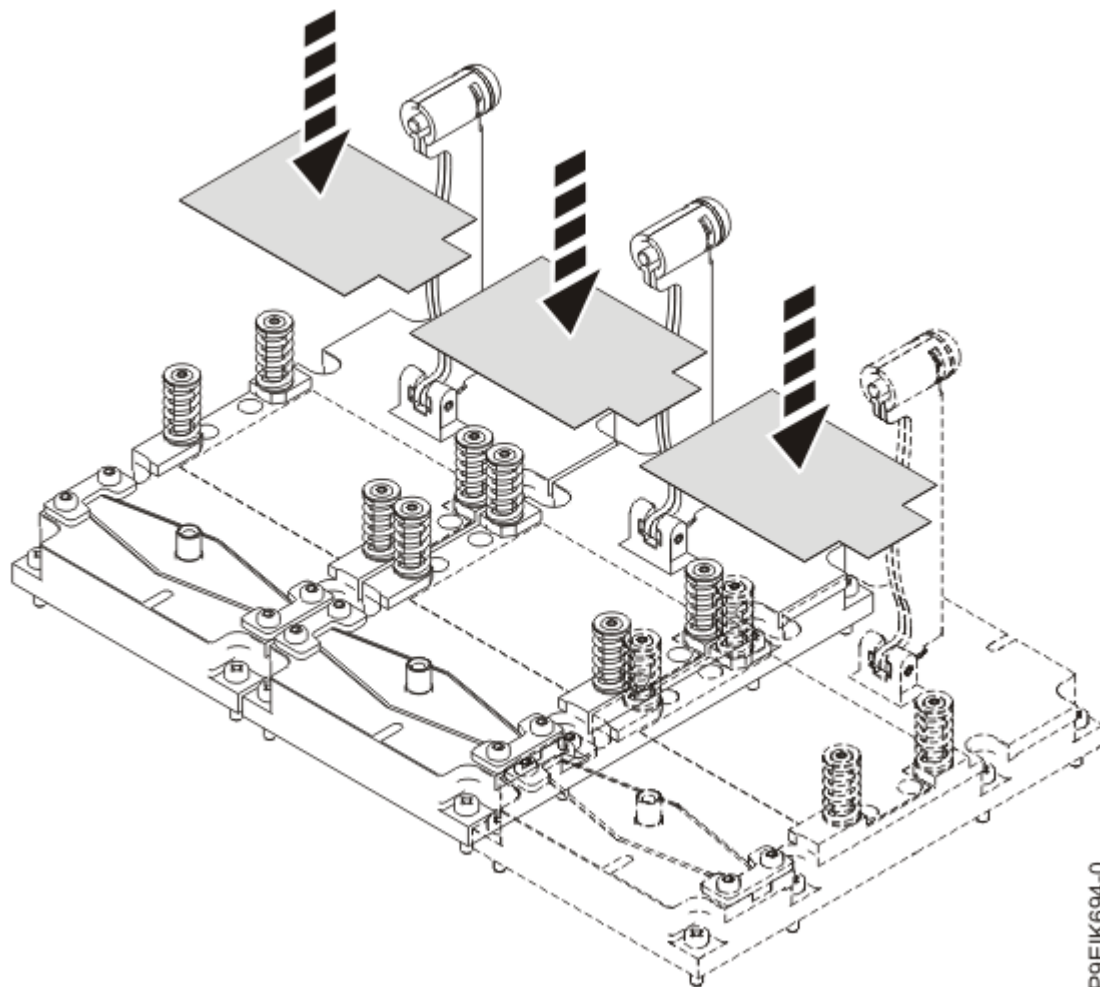

Figura 90. Orientación del TIM
5. Coloque un nuevo TIM en la cubierta térmica de aluminio de la GPU de la placa refrigeradora que está sustituyendo. Consulte la Figura 90 en la página 100 para obtener información sobre la orientación. El número de pieza es 00E5133.